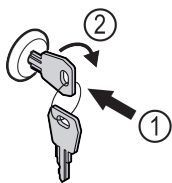

Fig. 167 Primjer izgleda
- ▶ Uvucite ključ Fig. 167 (1).
- ▶ Okrenite ključ za 90° nadesno Fig. 167 (2).